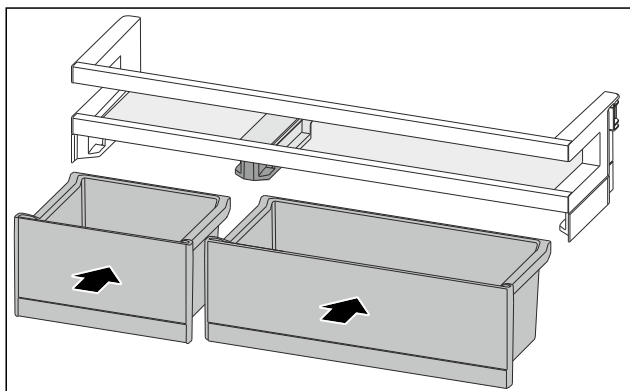

Fig. 115
- Sätt in VarioBoxarna i ombytt ordning. (se Fig. 115)